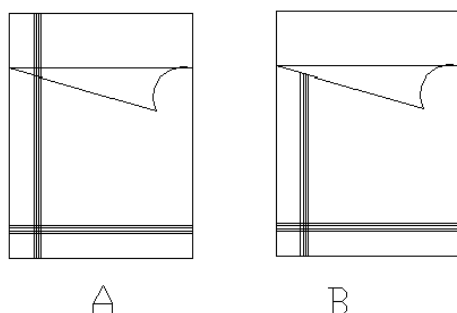

图 5-20
(4)然后单击【修改】工具栏上的^{30°}按钮，将矩形的左边和下边向内偏移 200、220、240 和 260 来绘床单上的装饰线条，如图 5-20 (a) 所示。
(5)单击【修改】工具栏上的^{30°}按钮，把多余的线段剪切，如图 5-20 (a) 所示：